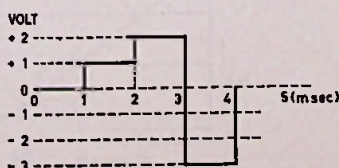

FIG. 7
- ① In fig. 7 is één periode van 4 msec weergegeven van een periodieke spanning.